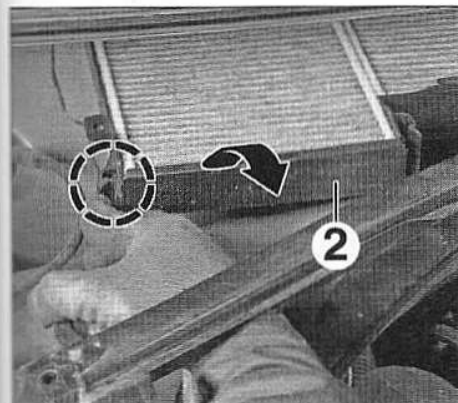

FIG.2
- Par l'ouverture de la trappe d'accès (1), dégraffer le couvercle (2) puis le rabattre (Fig.2).